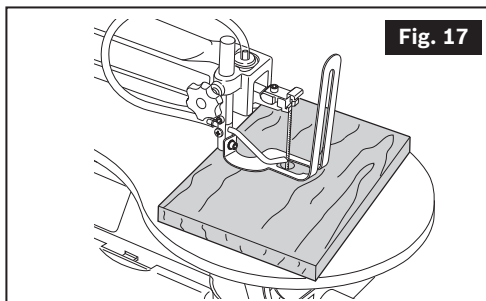

Fig. 17
Corte interior (Fig. 17)
**E****Realización de cortes interiores (Fig. 17)**
GB**Interior cutting (Fig. 17)**